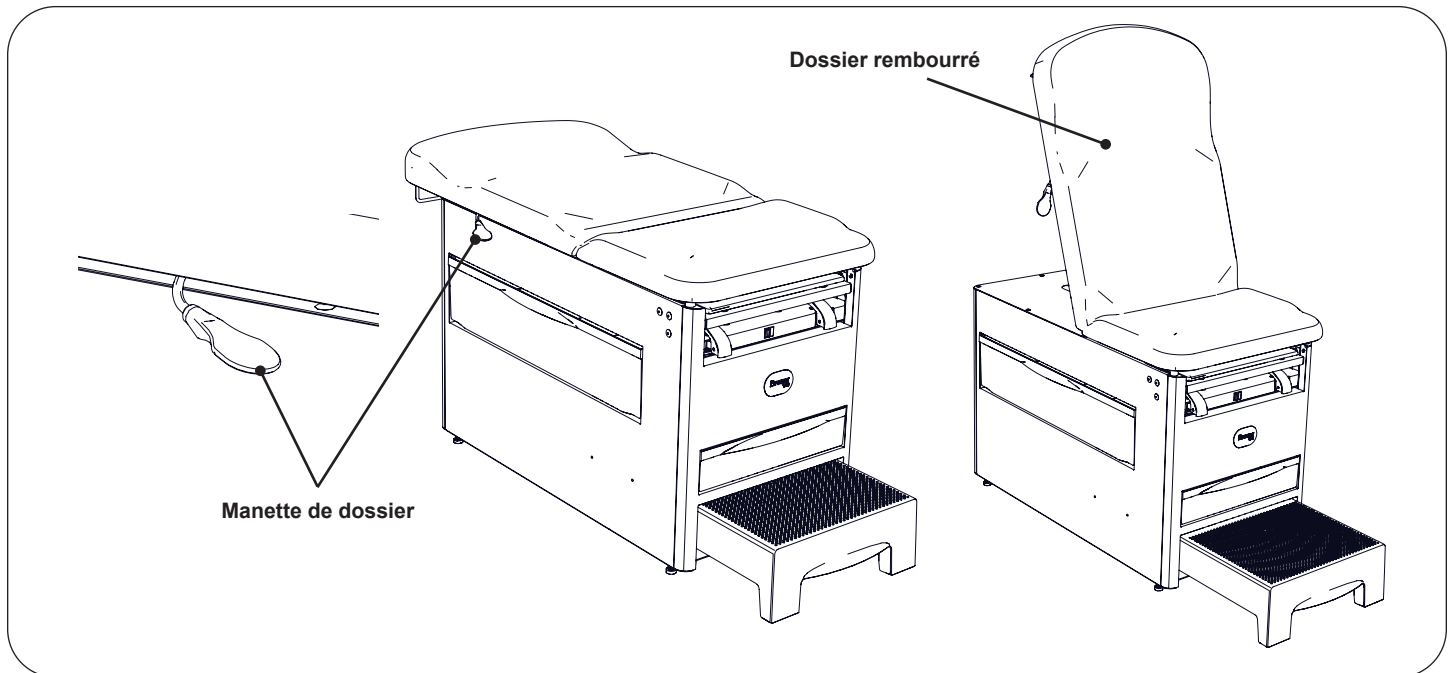

Figure 15. Utilisation du dossier rembourré
1. Tenir enfoncée la manette du dossier, soulever le dossier rembourré vers le haut pour l'élever (Figure 15). La libération de la manette verrouillera automatiquement la table dans la position souhaitée.